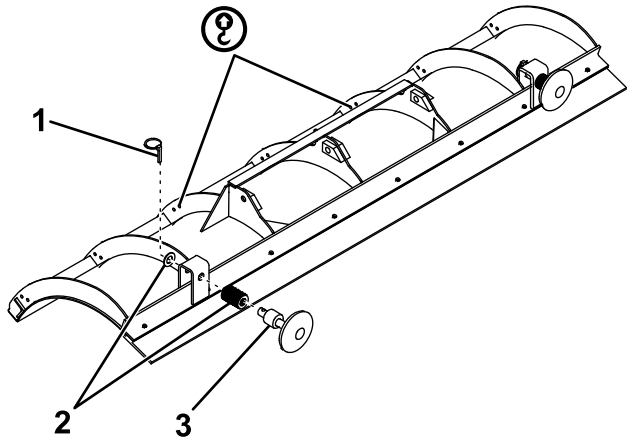

Figura 3
1. Introduzca un espaciador y una arandela en cada una de las zapatas de la pala (Figura 3).
2. Introduzca las zapatas en los orificios de la pala como se muestra en la Figura 3.
3. Coloque otra arandela sobre las zapatas y sujételas con un pasador de seguridad (Figura 3).